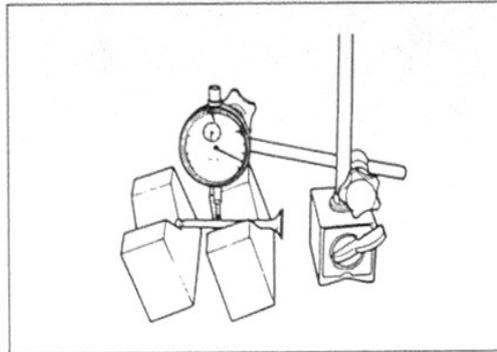

Bild 126 ►
-  Messuhr im rechten Winkel an Ventilteller ansetzen und Unrundheit messen (Bild 126); Verschleissgrenze 0,03 mm.